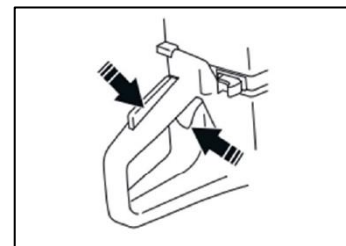

Рис. 20
7. После запуска нажмите и отпустите рычаг газа. Двигатель перейдет на холостые обороты (Рис. 20).